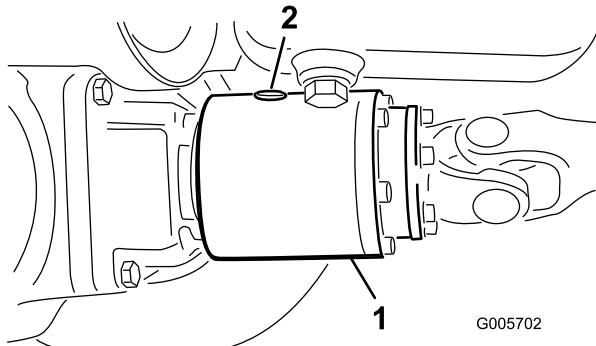

Figura 32
- Rode a embraiagem (Figura 32) de forma a que o tampão de verificação (na posição das 12 horas) fique na posição das 4 horas.